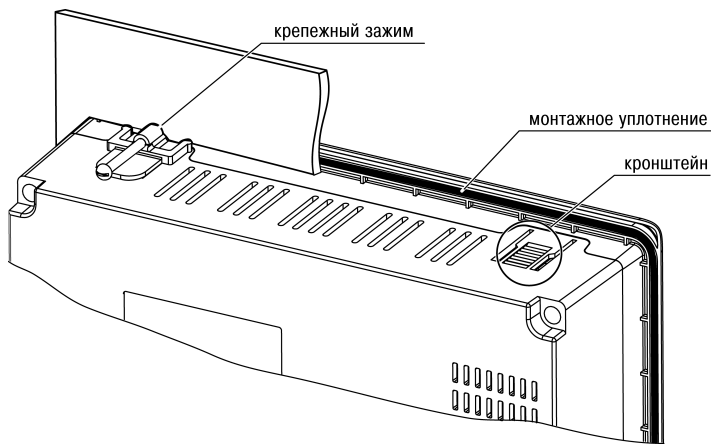

Рисунок 3
4. Проверить наличие на приборе монтажного уплотнителя (см. рисунок 3);